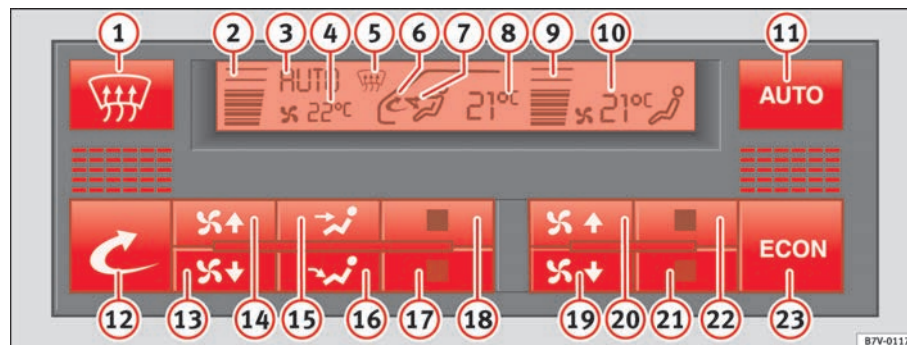

Fig. 117 Tablero de instrumentos: mandos del Climatronic
- Pulse la tecla ⇒ fig. 117 correspondiente para activar o desactivar una función.